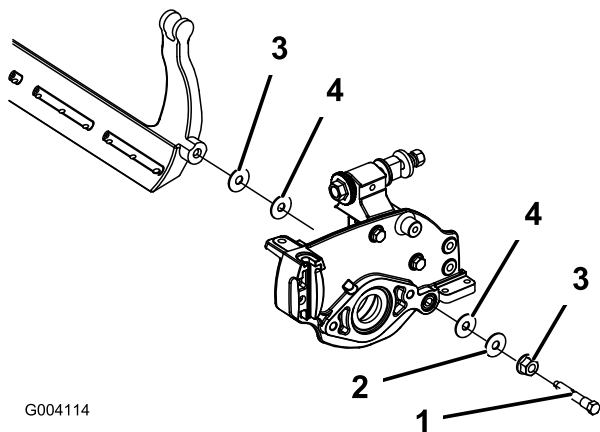

Figura 61
4. Retire cada perno, para poder tirar de la barra hacia abajo y retirarla de la máquina. Guarde las 2 arandelas de nylon y las 2 arandelas de acero troquelado de cada extremo de la barra de asiento (Figura 61).